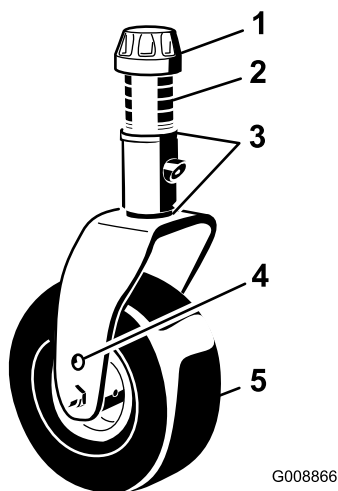

Figure 138
1. Enlevez le chapeau de tension de l'axe de pivot et sortez l'axe du bras pivotant (Figure 138).
Retirez le chapeau de tension et la fourche de la roue pivotante (Figure 138).